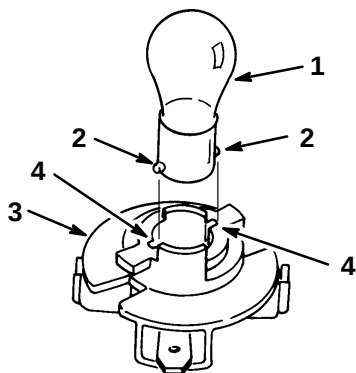

Abbildung 49
4. Die Birne hereindrücken, im Gegenuhrzeigersinn bis zum Anschlag drehen (ca. 1/4 Umdrehung) und aus der Birnenfassung herausnehmen (Abb. 49).
1. Die Glühbirne hat Metallstifte an der Seite ihrer Basis. Die Stifte auf die Schlitz in der Birnenfassung ausrichten und die Basis in die Fassung einsetzen (Abb. 49). Die Birne hereindrücken und bis zum Anschlag im Uhrzeigersinn drehen.